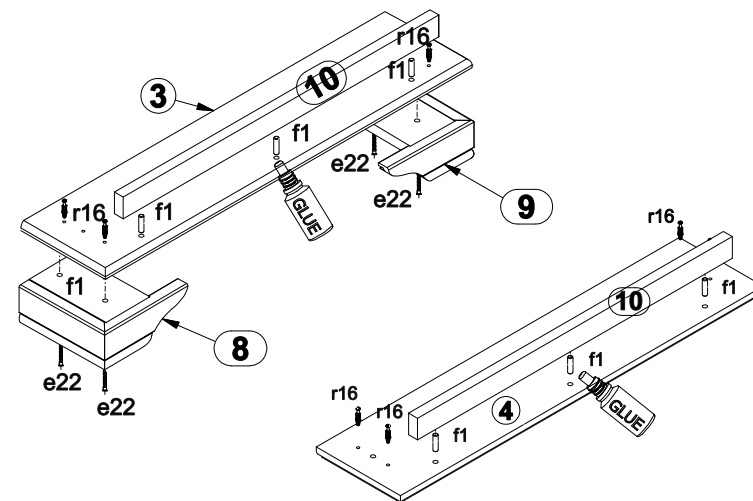

Рисунок 2
3. В отверстия  $\varnothing 8$  мм на нижних кромках планок **10** вбить деревянные шканты **f1**, предварительно капнуть в отверстия клей **y1** (см. рис. 2).
8. В отверстия  $\varnothing 5$  мм на внешних поверхностях стенок боковых **1, 2**, на нижней поверхности щита верхнего **4**, на верхней поверхности щита нижнего **3** вкрутить винты стяжки **r16** (см. рис. 2, 3).
9. Соединить детали **3** и **10**, а также **4** и **10**, предварительно капнуть в отверстия  $\varnothing 8$  мм клей **y1** (см. рис. 2).
10. Соединить щит нижний **3** с ножками **8, 9** с помощью еврошурупов **e22** (см. рис. 2).